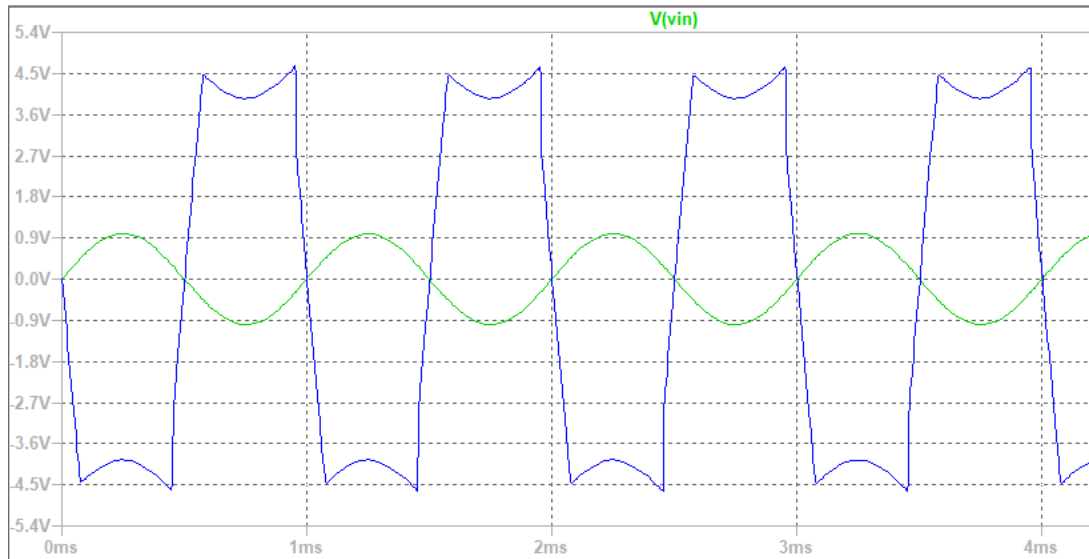

Figure 7
4. Lorsque on réduit les résistance de l'amplificateur inverseur d'un facteur 10, c'est-à-dire : $R_1 = 10\ \Omega$ et $R_2 = 100\ \Omega$ sans modifier la résistance de charge. Dans ce cas-là on peut observer aussi qu'il y a une distorsion forte affiché dans Figure 7. La courbe vert est la tension d'entrée, la courbe bleue est la tension de sortie. La tension de sortie ne peut pas atteindre 10 V dans ce cas.